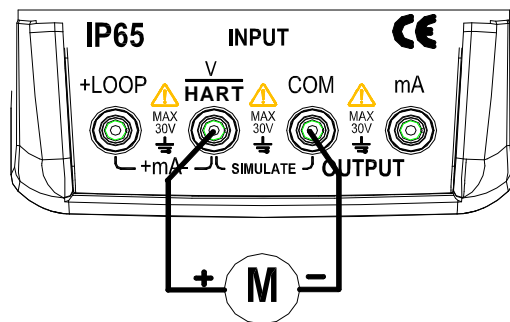

图 5-4
1. 将测试笔插入仪表输入端（INPUT）的 V 插孔内，另一端与用户仪表的输出相连，如图 5-4 所示：